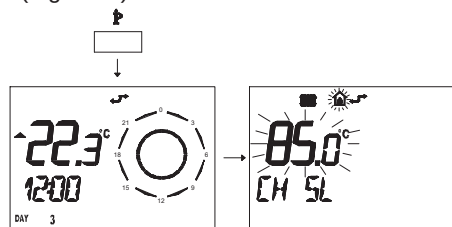

Fig. 5.43
- Pulse durante más de 3 segundos el botón $\bar{P}$ para entrar en la modalidad INFO (Fig. 5.43).
Pulse el botón $\bar{P}$ para salir de la modalidad INFO (Fig. 5.43).